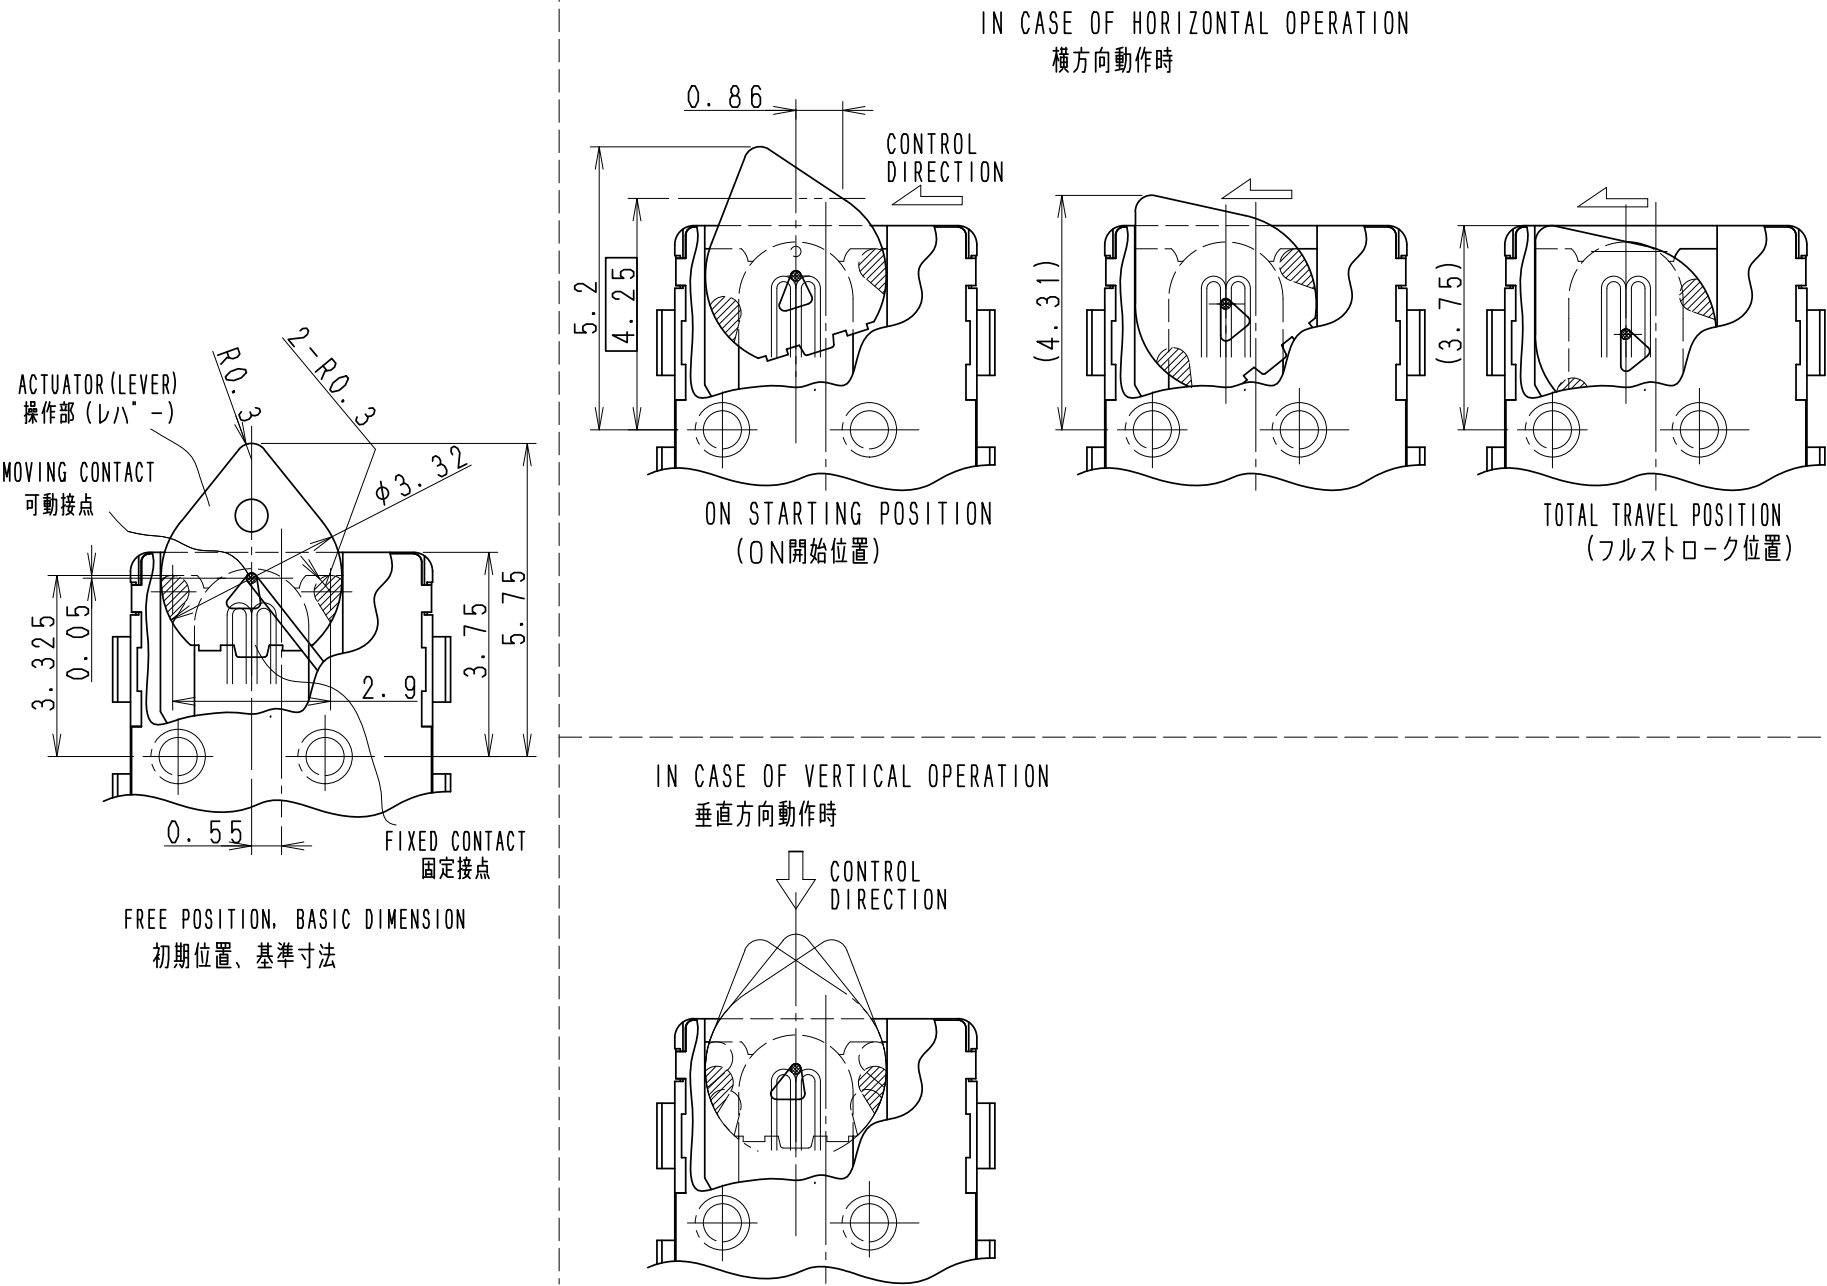

FIG. 6
10. IN CASE OF HORIZONTAL OPERATION (RIGHT TO LEFT OR LEFT TO RIGHT), SWITCH ACTUATOR MAY TURN REVERSE AND OFF POSITION MAY VARY IF THE SURFACE OF CUSTOMER'S ACTUATOR IS NOT SMOOTH ENOUGH (REFER TO FIGURE 6).
操作部を横方向から動作させ逆方向に戻す場合、作動体の状態 (すべり性悪い場合等) によっては操作部が反転してしまい、通常の動作時よりも、スイッチのOFF位置が変わる場合がありますので、ご注意ください (付図6参照)。